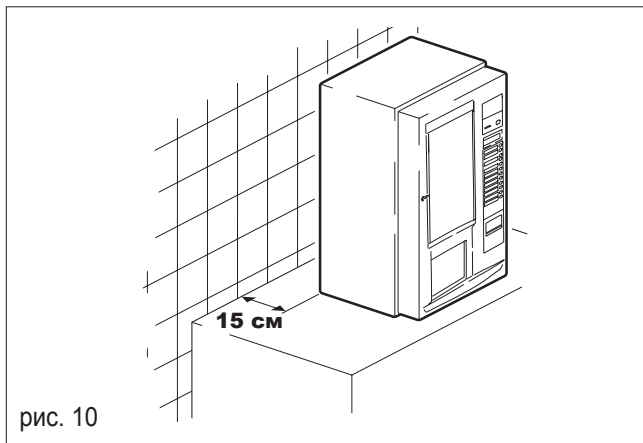

рис. 10
- Устанавливайте автомат на определенном расстоянии от стены, как показано на рисунке (рис. 10).